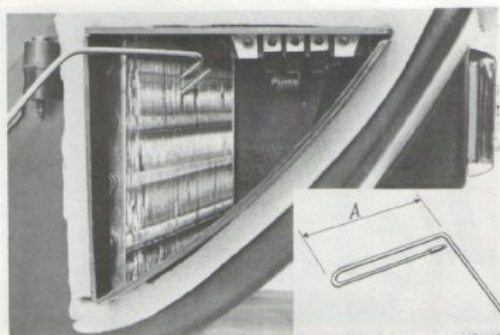

Bild 76. Montering av känselkropp tid.utf.
8. Innan den nya termostaten monteras bockas den yttersta delen av känselkroppen till en ca 75 mm lång slinga (A bild 76). OBS! Det är viktigt att slingan görs med mjuka böjar.
9. Tryck in den böjda änden av känselkroppen mellan kylflänsarna, ungefär mitt på och i överkant av cellpaketet. Känselkroppen trycks snett neråt så att hela den dubbelvikta delen ansluts av kylflänsarna (bild 76).